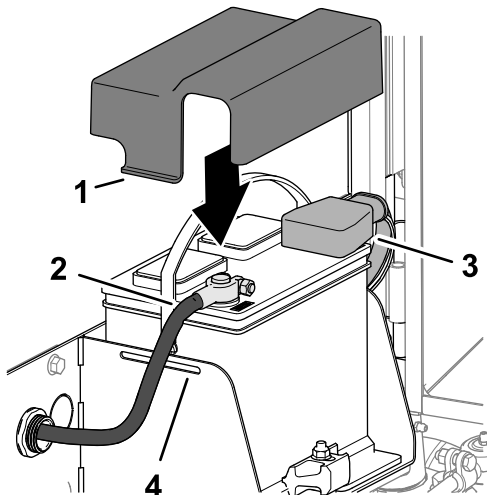

Figura 128
1. Montate il cavo positivo della batteria (rosso) sul polo positivo (+) della batteria (Figura 128).